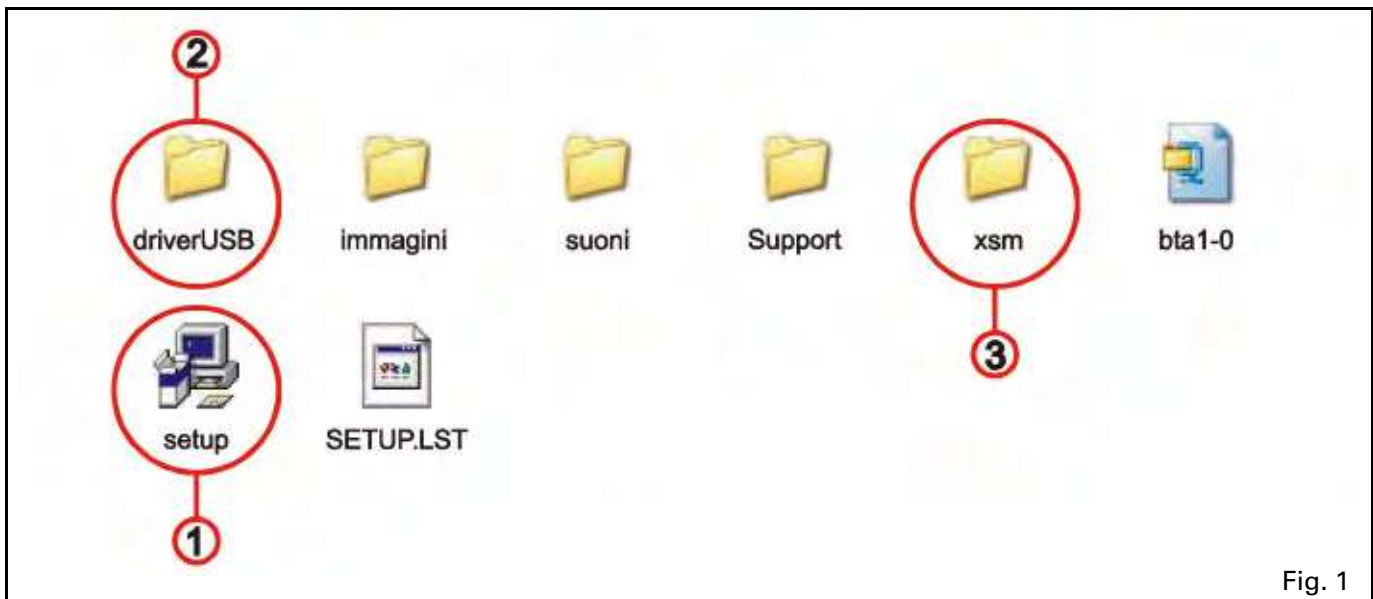

Fig. 1
- 2 Ricercare nelle directories il file di installazione (setup) (1, fig. 1)
- 2 Find installation (setup) file in the directories (1, fig. 1)
I files relativi alle calibrazioni sono contenuti nella directory xsm (3, fig. 1); ricevendo un file di aggiornamento mappa dall'Assistenza Tecnica Bimota, questo va copiato in tale directory (percorso completo: \bta1_0\xsm).
The files for calibrations can be found inside directory xsm (3, fig. 1); should you receive a mapping update file from Bimota After-Sales dept., copy that file in this directory (complete path: \bta1_0\xsm).